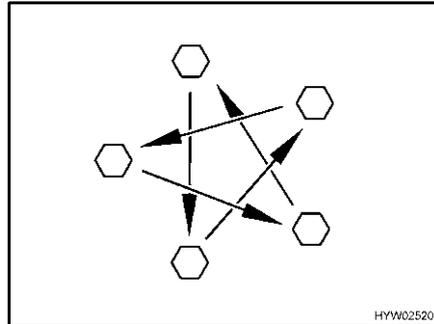

Fig. 282 Apretar las tuercas o los tornillos de las ruedas en forma de cruz
- Comprobar periódicamente que las tuercas o tornillos de las ruedas estén firmemente apretados. Reajustar en forma de cruz (Fig. 282) las tuercas o tornillos después de cambiar una rueda, al cabo de 50 km. Par de apriete, véase apartado 13.5.2.
- ▷ Apretar en forma de cruz las tuercas o los tornillos de las ruedas (Fig. 282).